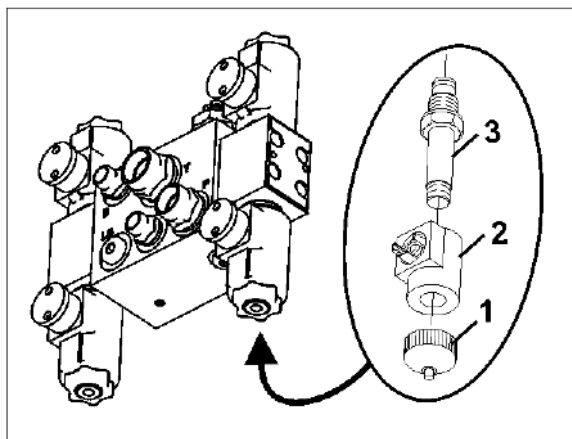

Fig. 181
1. Svitare la calotta del magnete (Fig. 181/1).
2. Rimuovere la bobina magnetica (Fig. 181/2) abnehmen.
3. Svitare lo stelo della valvola (Fig. 181/3) con le sedi di valvola e pulire con aria compressa od olio idraulico.